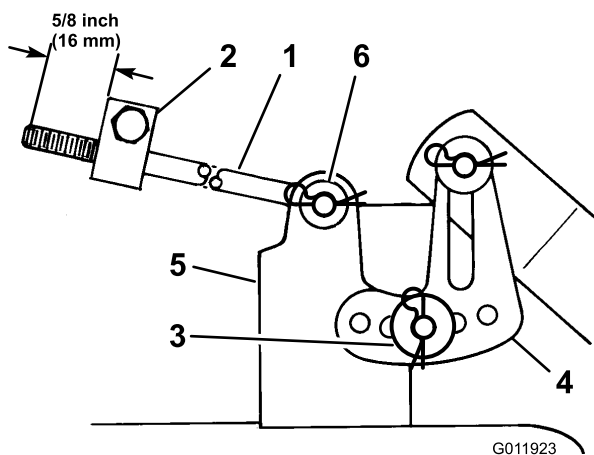

Figura 13
4. Retire el pasador y la arandela del soporte de nivelación (Figura 13).
- Para nivelar la(s) cuchilla(s), vuelva a colocar el soporte de nivelación en un taladro diferente y vuelva a colocar la arandela y el pasador (Figura 13).